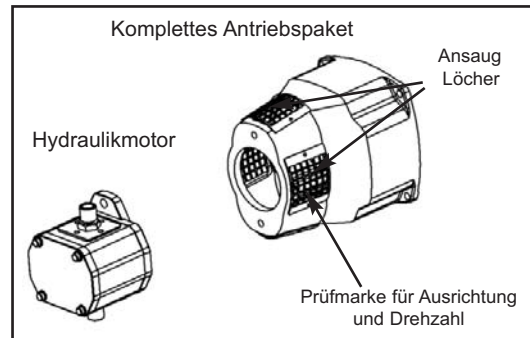

Abb. 6
1. Wenn der Kompressor hydraulisch angetrieben werden soll, kann MOUVEX einen Standard-Antriebssatz für die direkte Montage des Motors oder der Hydraulikpumpe liefern. Ebenso ist bei MOUVEX der Hydraulikmotor erhältlich; siehe Abb. 6.
3. Wenn die Kupplungen ordnungsgemäß ausgerichtet sind, muss die Außenmuffe aus Plastik einen axialen Spielraum von 0,19 Zoll (5 mm) bei einer Drehung von 360° haben. Das können Sie nachprüfen, indem Sie die Prüfmarke entfernen; siehe Abb. 6.